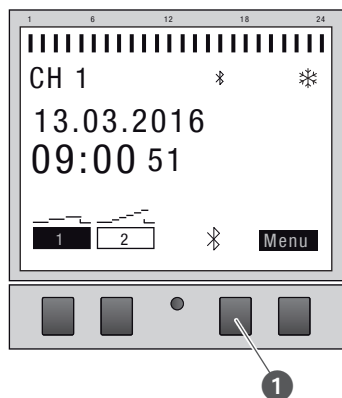

Fig. 27: Opprette Bluetooth-forbindelse på fordelingstidsuret
1. Trykk på Bluetooth-tasten (Fig. 27/①) på fordelingstidsuret.